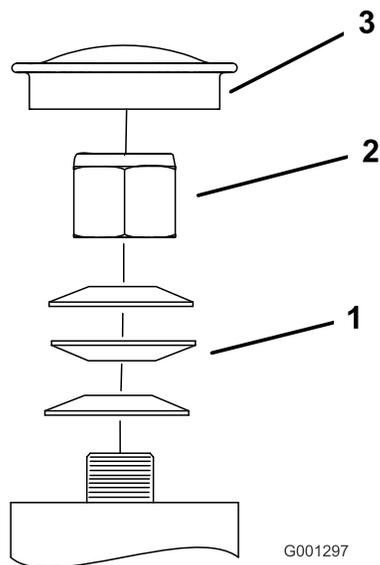

図 47
3. キャスタからダストキャップを外してロックナットを締め付ける 図 47。
4. スプリングワッシャが平たくつぶれるまでロックナットを締め付け、その位置から 1/4 回転もどすと、ベアリングに対して適切な予負荷がかかる 図 47。
5. **重要** スプリングワッシャが 図 47 のように正しく入っていることを確認してください。
5. ダストキャップを取り付ける 図 47。